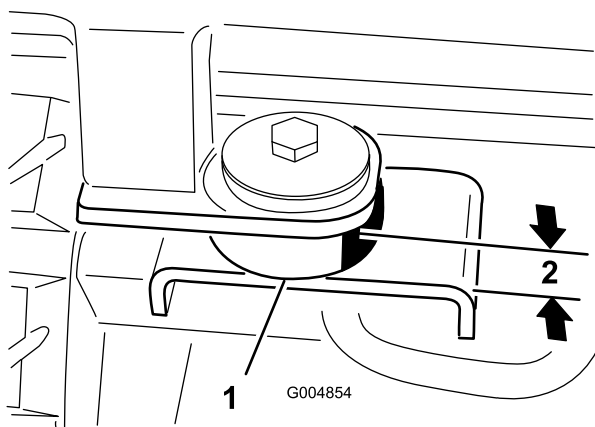

Figura 25
11. En los puntos de montaje traseros, sujete la cabina a la máquina con un perno (1/2 x 3 pulgadas), una arandela de acero (1/2 x 2-1/2 pulgadas), una arandela de goma (1/2 x 2-1/2 pulgadas) y una tuerca (1/2 pulgada) (Figura 25). Apriete los cuatro pernos de montaje de la cabina hasta que los tacos de goma queden comprimidos a un grosor de 2.2 cm (7/8 pulgada).